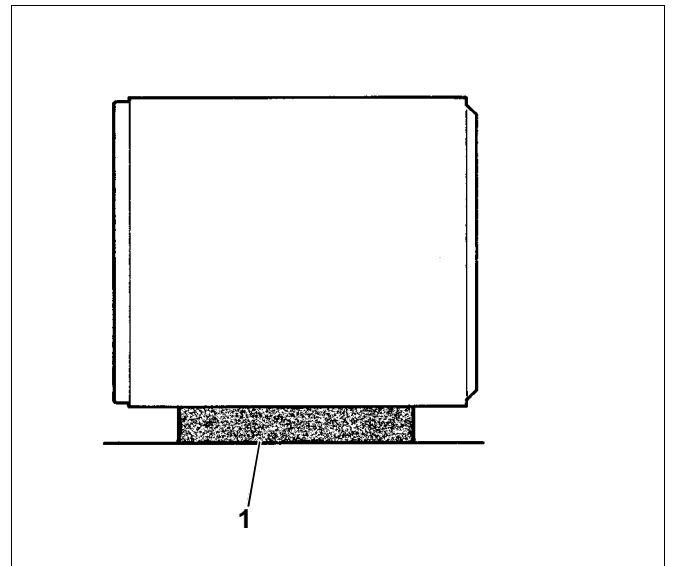

Abb. 3 Speicher auf Deckelpolster (Prinzipabbildung)
- Speicher über die Kante des Bodenpolsters mit der Rückwand auf das vorher von oben entnommene Deckelpolster (Abb. 3, Pos. 1) auflegen.